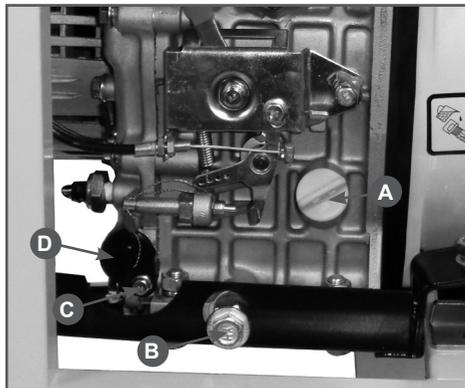

Рис. 25 Замена моторного масла
3. Извлеките крышку-щуп (Рис. 25 п. А) из маслосазливной горловины и вытрите щуп чистой ветошью.
4. Открутите пробку (Рис. 25 п. В) для слива масла и слейте отработанное масло в подготовленную для этого емкость.
6. Открутите болт фиксации масляного фильтра (Рис. 25 п. С). Во избежание пролива масла подложите кусок ветоши под масляный фильтр, после чего извлеките масляный фильтр (Рис. 25 п. D).